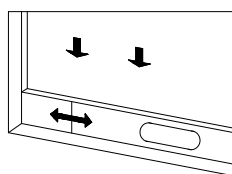
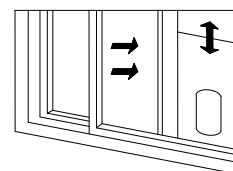

Figure2
Figure3
1) Ouvrez la fenêtre à moitié et montez l'assemblage de la plaque d'étanchéité de la fenêtre sur la fenêtre (comme illustré à la figure 2 et à la figure 3); l'ensemble peut être placé dans le sens horizontal et vertical.